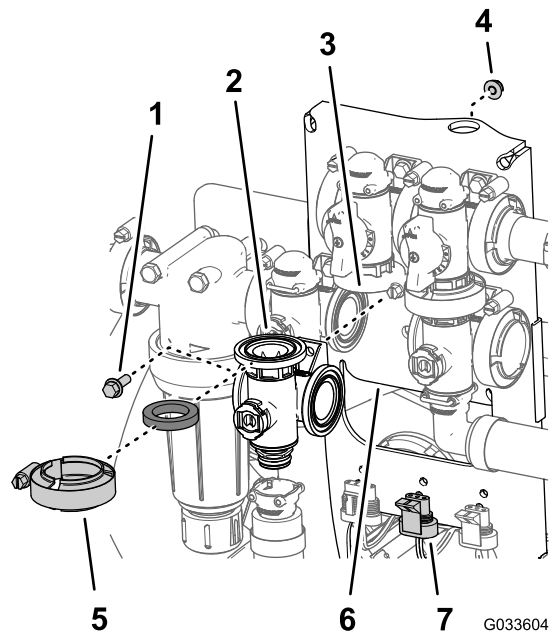

Figura 127
1. Aliniaz flana supapei colector de agitare, o garnitură i flana supapei de bypass de agitare (Figura 127).
- Montai supapa de agitare la suportul de montare a supapei cu urubul cu guler i contrapiulia cu guler pe (Figura 127) demontate la pasul 3 din Îndepărtarea supapei colector de agitare \(Pagină 80\) i strângei piulia i urubul la un cuplu de 10 - 12 N·m.